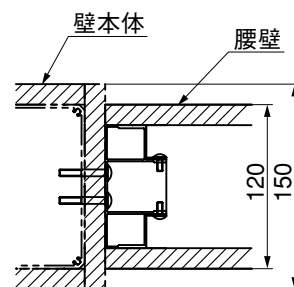

図11-7
- 腰壁パネルの取付は壁本体より内側になります。(図11-7参照)